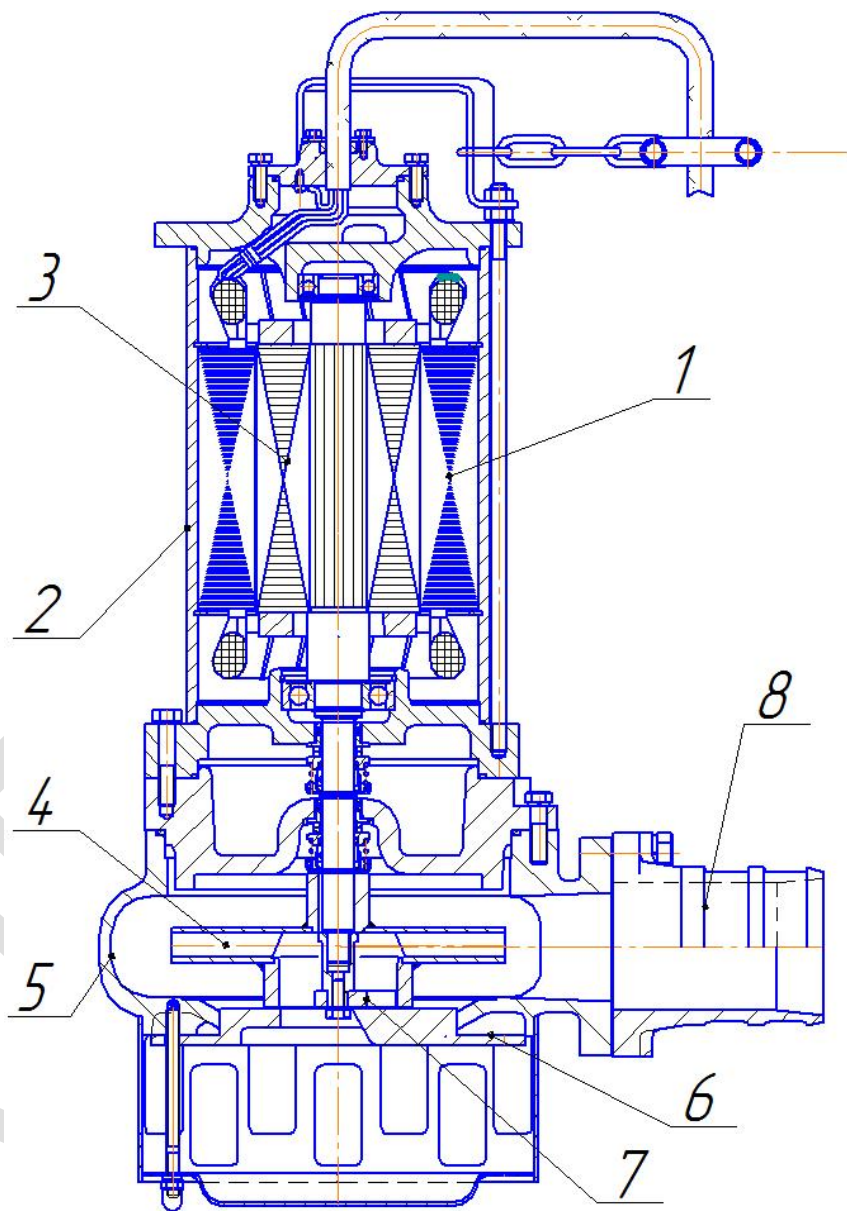

Рис.1
### 4. УСТРОЙСТВО И ПРИНЦИП РАБОТЫ (Рис.1)
СТАТОР (рис. 1, поз.1) – прессованный активный пакет железа, заключенный в гильзу (поз.2).
4.5. АВТОМАТИЧЕСКИЙ ВЫКЛЮЧАТЕЛЬ (приобретается отдельно) (рис. 1 поз.7).